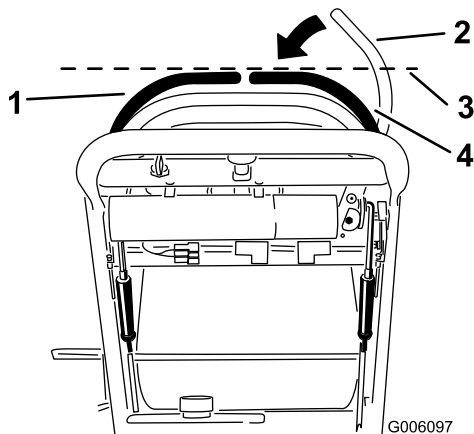

Figura 41
3. Empuje la palanca de control de movimiento de la derecha hacia abajo, sacándola de la posición de bloqueo/punto muerto (Figura 41).
4. Compruebe su alineación horizontal con la palanca de control de movimiento izquierda (Figura 41).